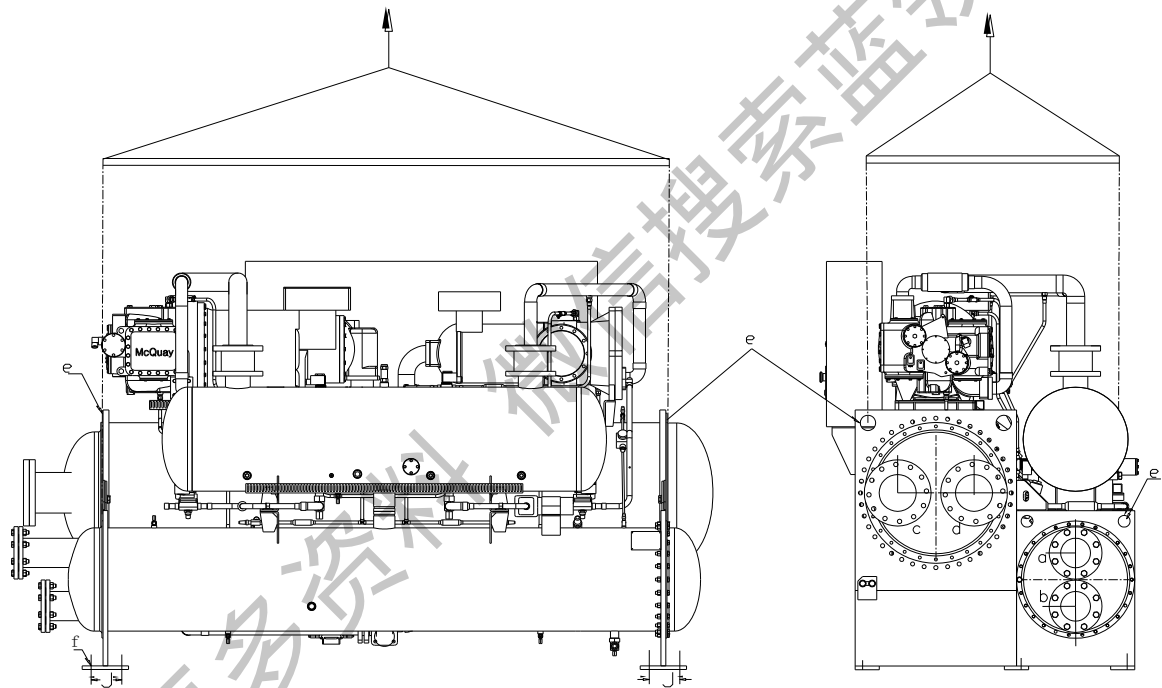

图 2
- A) 只允许使用机组上标明的起吊位置进行起吊。（吊装孔位置见图 2 “e”）